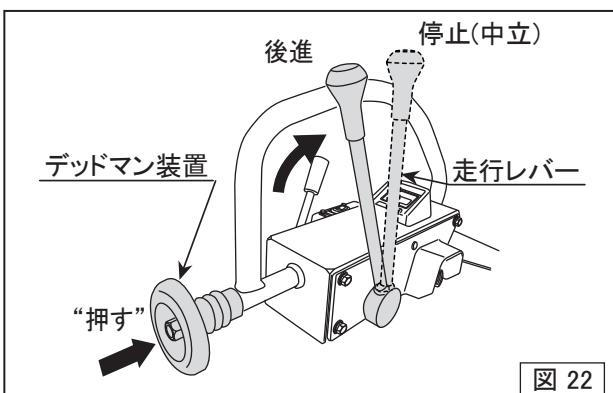

図 22
- 後進作業の時に運転者が本機と障害物に挟まれた場合の為に安全対策としてデッドマン装置が付いています。デッドマン装置が前に押されると走行レバーが中立に戻ります。(図22)